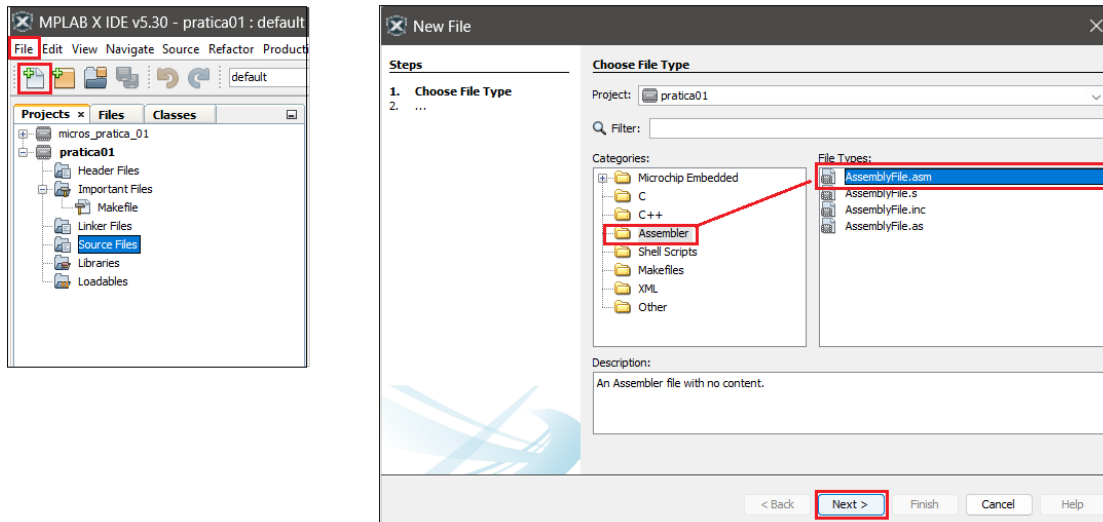

Figura 4.6: Criação do arquivo main.asm dentro de Source Files.
- **Passo 01:** Selecione a pasta **Source Files**, depois vá em **File** ou clique no ícone de novo arquivo (marcado com o retângulo vermelho na Figura 4.6 ou utilize o atalho (Ctrl+N), escolha a categoria **Assembler** e o tipo de arquivo **AssemblyFile.asm**, conforme ilustrado na Figura 4.6, depois clique em **Next**. Dê um nome ao arquivo em **File Name**.